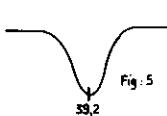

Fig. 8
- La courbe définitive doit avoir la forme de la fig. 8.